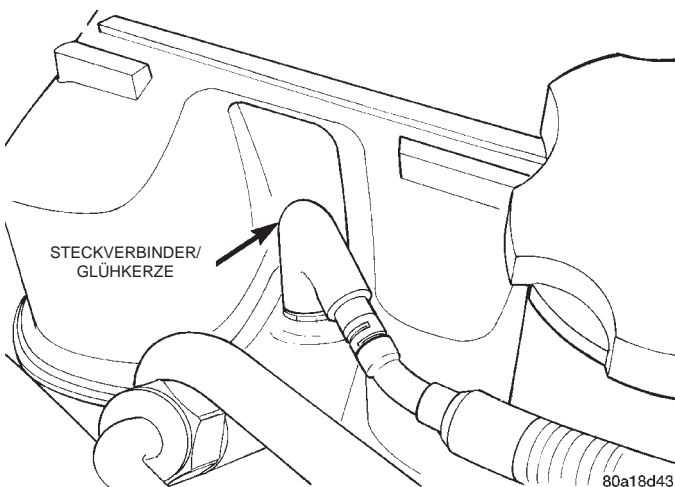

Abb. 22 Steckverbinder/Glühkerze
- (1) Das Minuskabel an der Batterie abklemmen.
- (2) Den Bereich um die Glühkerze vor dem Ausbau mit Druckluft reinigen.
- (3) Den Steckverbinder von der Glühkerze abziehen (Abb. 22).